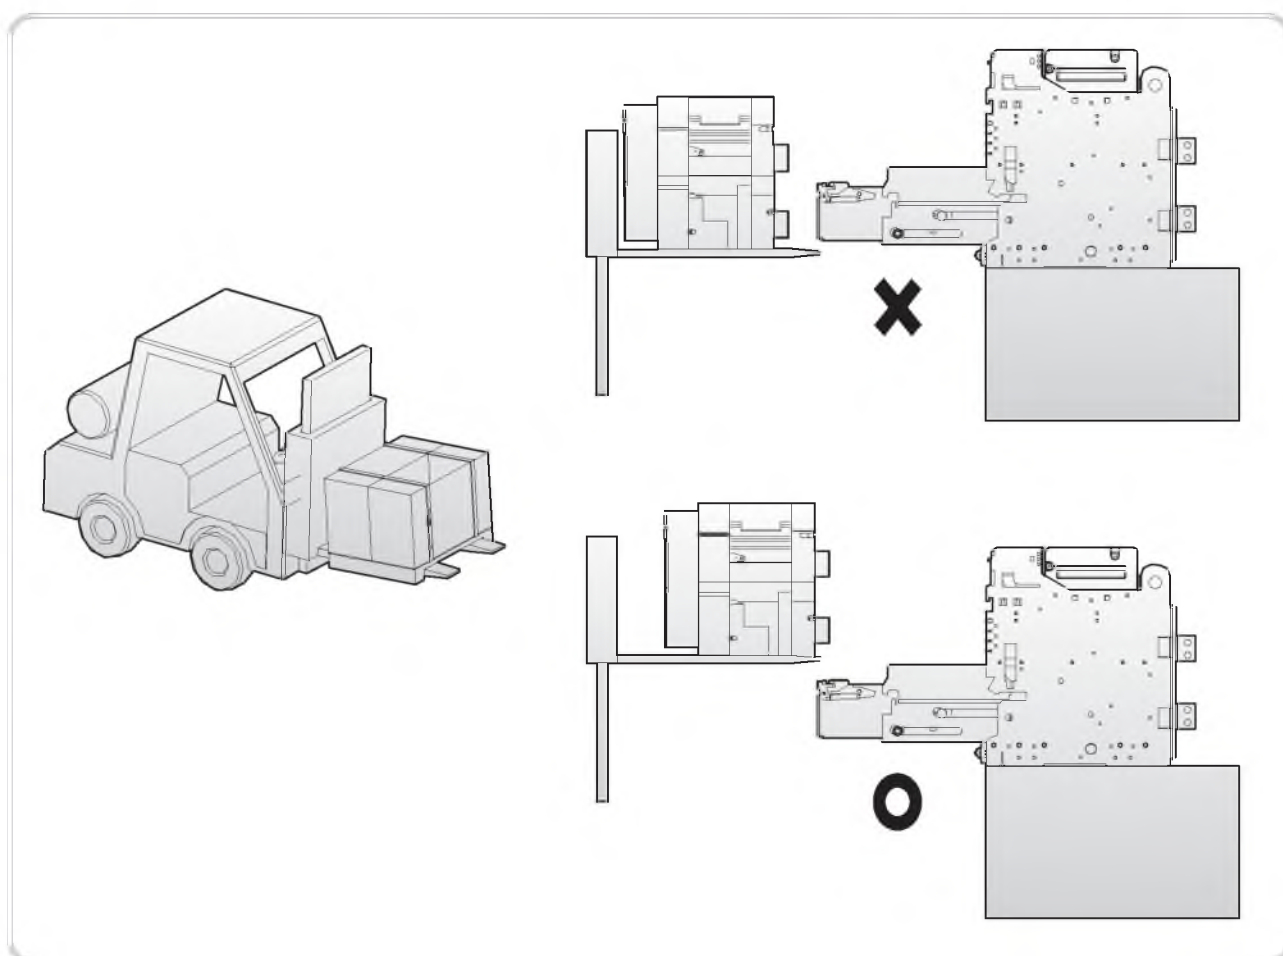

Рис. 1. Транспортировка вилочным погрузчиком
При подъеме вилочным погрузчиком руководствуйтесь рис. 1.
- При перемещении аппарата на вилочном погрузчике размещайте его на вилах, как показано на рис. 1.